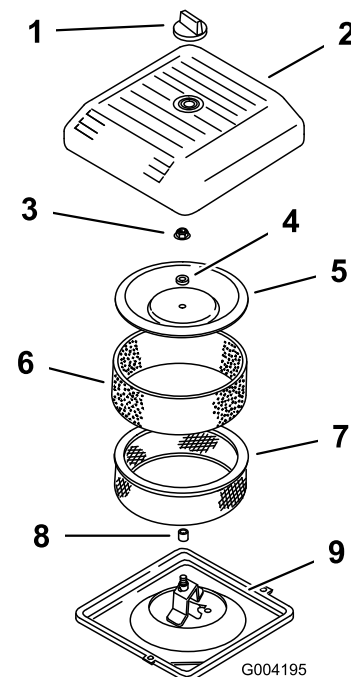

Bild 44
3. Schrauben Sie das Handrad los und entfernen Sie die Luftfilterabdeckung (Bild 44).
4. Schieben Sie den Schaumvorfilter vorsichtig vom Papiereinsatz herunter (Bild 44).
5. Schrauben Sie die Abdeckungsmutter ab und nehmen Sie die Abdeckung und den Papiereinsatz ab (Bild 44).
2. Schieben Sie den Luftfilter auf das Luftfilterunterteil (Bild 44).
3. Setzen Sie die Abdeckung und das Distanzstück auf und befestigen Sie sie mit der Flügelmutter (Bild 44). Ziehen Sie die Schraube mit 11 Nm an.
4. Setzen Sie die Luftfilterabdeckung ein und befestigen Sie sie mit dem Handrad (Bild 44).